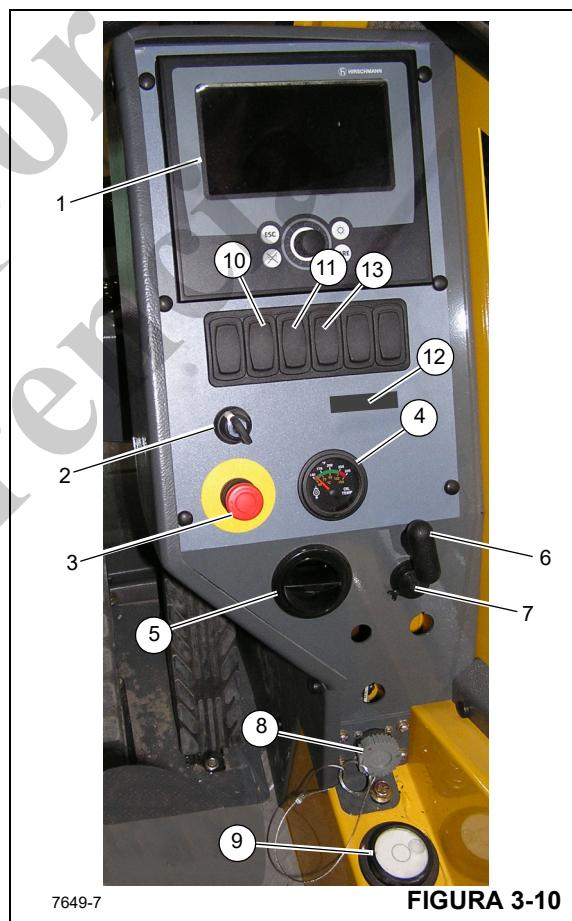

Figura 3-10 - Números de artículos
La pantalla se encuentra en el tablero superior (Figura 3-10). La pantalla de LED se ilumina para indicar el malacate que está actualmente en funcionamiento y su sentido de rotación.
El tablero de control del sistema limitador de capacidad nominal y del sistema de definición de la zona de trabajo (1) (Figura 3-10) se encuentra en el lado derecho de la cabina. Contiene los controles e indicadores de los sistemas limitador de capacidad nominal (RCL) y de definición del lugar de trabajo de la grúa. Consulte el manual del RCL para más detalles.
El interruptor de anulación del RCL (2) (Figura 3-10) es un interruptor momentáneo. Gire la llave a la posición de encendido (ON) (derecha) para desactivar los controles del RCL. Suelte la llave para permitir que los controles del RCL se reactiven.
El interruptor de parada de emergencia de la grúa (3) (Figura 3-10) se encuentra en la consola de la cabina y se utiliza para apagar el motor de la grúa. Presione el botón rojo hacia adentro para apagar el motor; esto ilumina el indicador
El termómetro de aceite de la transmisión (TRANS TEMP) (4) (Figura 3-10) está ubicado en el centro de la consola delantera, a la izquierda de la columna de dirección. El termómetro muestra la temperatura del aceite de la transmisión en una escala doble calibrada de 60 a 160°C y de 140 a 320°F. El termómetro recibe una señal de una unidad emisora de temperatura en la línea de aceite del convertidor de par.
La palanca de control de bloqueo de giro de la plataforma (6) (Figura 3-10) se encuentra al lado del tablero de control lateral. El propósito del pasador de bloqueo de giro es bloquear la superestructura en posición, directamente encima de la parte delantera de la máquina para recoger y arriar cargas.
Este tomacorriente para accesorios de 12 V (7) (Figura 3-10) se encuentra en la parte inferior del tablero de control y está diseñado para aceptar la mayoría de los enchufes adaptadores de 12 V.
El conector de diagnóstico (8) (Figura 3-10) se encuentra en la parte inferior del tablero de control delantero. Éste se utiliza para dar servicio al sistema eléctrico de la grúa.
El indicador de nivel de burbuja (9) (Figura 3-10) se encuentra en el lado izquierdo de la cabina, junto a la placa del pestillo de la puerta. Este indicador proporciona al operador una indicación visual para determinar el estado de nivelación de la máquina.
El indicador de 3a vuelta de cable en el malacate (10) (Figura 3-10) se encuentra en la consola del lado derecho. Este indicador se iluminará rojo cuando restan tres vueltas de cable o menos en cualquiera de los malacates.
El indicador de clima frío opcional (11) (Figura 3-10) se encuentra en la consola del lado derecho. Este indicador se enciende cuando la temperatura ambiente está por debajo de -29°C (-20°F). Sirve como advertencia para que el operador detenga el funcionamiento de la máquina en tiempo extremadamente frío.
El indicador de carga de cilindros telescópicos (13) (Figura 3-10) está ubicado en el tablero de control del lado derecho y es parte del sistema de carga de los cilindros telescópicos. El sistema de carga de cilindros telescópicos está diseñado para evitar la retracción de la pluma ocasionada por la contracción térmica en las siguientes condiciones de funcionamiento: Si la grúa se hace funcionar con una longitud de pluma grande y con un ángulo de pluma pequeño, y el aceite hidráulico en los cilindros telescópicos se enfriá y se contrae, las fuerzas de fricción en la pluma extendida evitarrán que la pluma se retraiga. Entonces, si el operador empieza a elevar la pluma sin extenderla levemente, la pluma puede alcanzar un ángulo de elevación en el que el peso de las secciones y de la carga de la grúa sobrepasen las fuerzas de fricción en las secciones de la pluma, lo que
El LED indicador de temperatura ambiente (12) (Figura 3-10) se encuentra en la consola del lado derecho. Cuando la temperatura ambiental fuera de la grúa desciende a menos de -29°C (-20°F), el LED indicador se ilumina y envía una señal al sistema RCL. Este control de temperatura sirve para impedir que las funciones de elevación de la grúa se activen a temperaturas inferiores a -29°C (-20°F). El sistema inicia el bloqueo de las siguientes funciones de la grúa: elevación del malacate, bajada de la pluma y extensión de la pluma. La bajada del malacate, elevación de la pluma y retracción de la pluma, junto con la anulación del bloqueo, quedarán operantes para permitir la bajada de la carga.